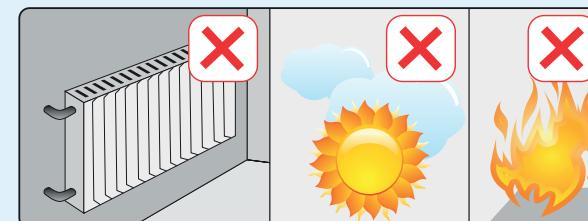
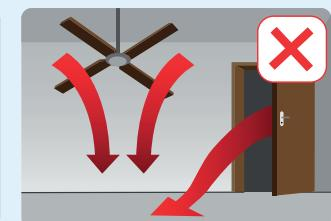

IMAGEN 4
IMAGEN 5
Para funcionar su producto perfectamente, el ambiente de trabajo es muy importante. Al seleccionar el entorno de trabajo, No ponga su producto expuesto al aire libre en el ambiente externo. (Calles, avenidas, etc.) Para hacer una refrigeración sana, no ponga un cartón y etc. delante de los postigos bajos de su producto. (Imagen 3) Ponga a una distancia de fuentes de calor por lo menos (1) metro. (estufa, calentador, estufa eléctrica, etc.) (Imagen 4) No ponga delante de la boca de aire acondicionado, bajo los ventiladores, y a la boca de las puertas y ventanas. (Imagen 5) No lo exponga a la luz solar directa. El contacto de la luz solar al vidrio de su producto aumenta su ritmo de trabajo que significa que el consumo de energía aumentará. Para funcionar la sección del compresor de su producto de una manera saludable, la entrada y salida de aire debe estar relajado y suelto. Cuando acerque su producto a la pared, asegúrese de que hay hueco de 150 mm (15 cm) entre detrás de su producto y la pared.